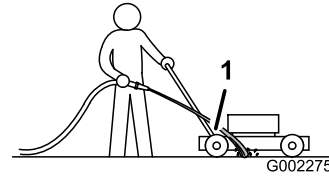

Figura 22
3. Ineți furtunul de grădină la nivelul mânerului i direcționați fluxul de apă pe pământ, chiar în fața roții dreapta spate (Figura 22).